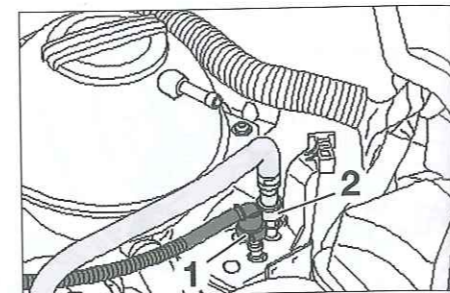

Fig. 35
- Desconectar el conducto de alimentación (1) de combustible manteniendo una presión en el empujador (2) (Fig.35).